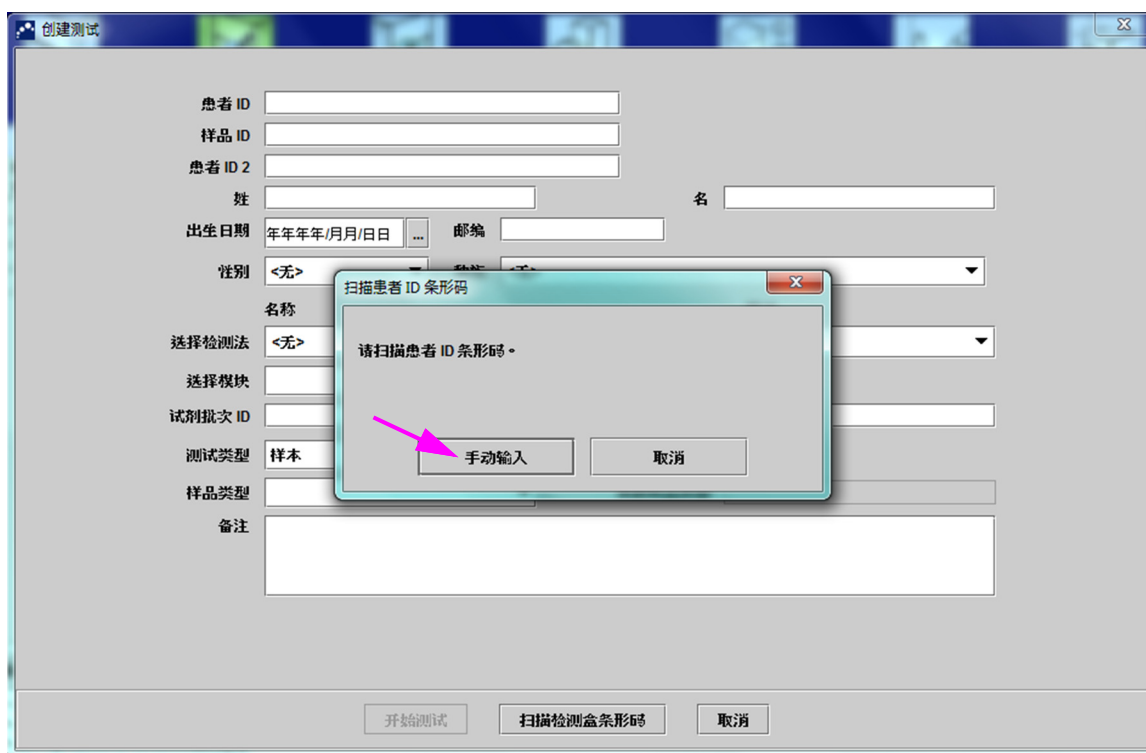

图 5-19. “创建测试”窗口和“扫描患者 ID 条形码”对话框
1. 在“GeneXpert Dx System”窗口中，单击菜单栏上的**创建测试**。出现“扫描患者 ID 条形码”对话框。参见图 5-19。